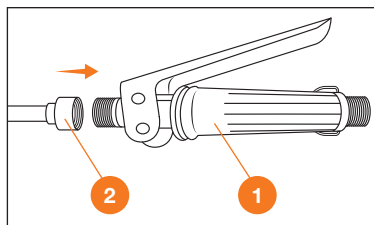

Рис. 9
3. Присоедините телескопическую штангу 2 к рукоятке управления 1 и зафиксируйте её (Рис. 9).